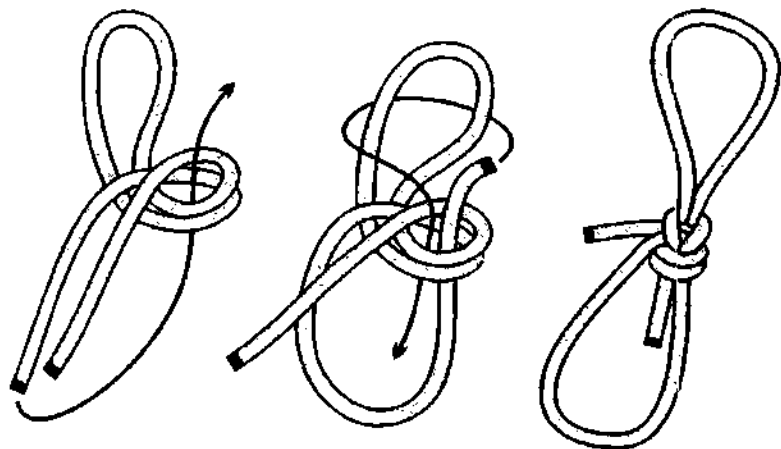
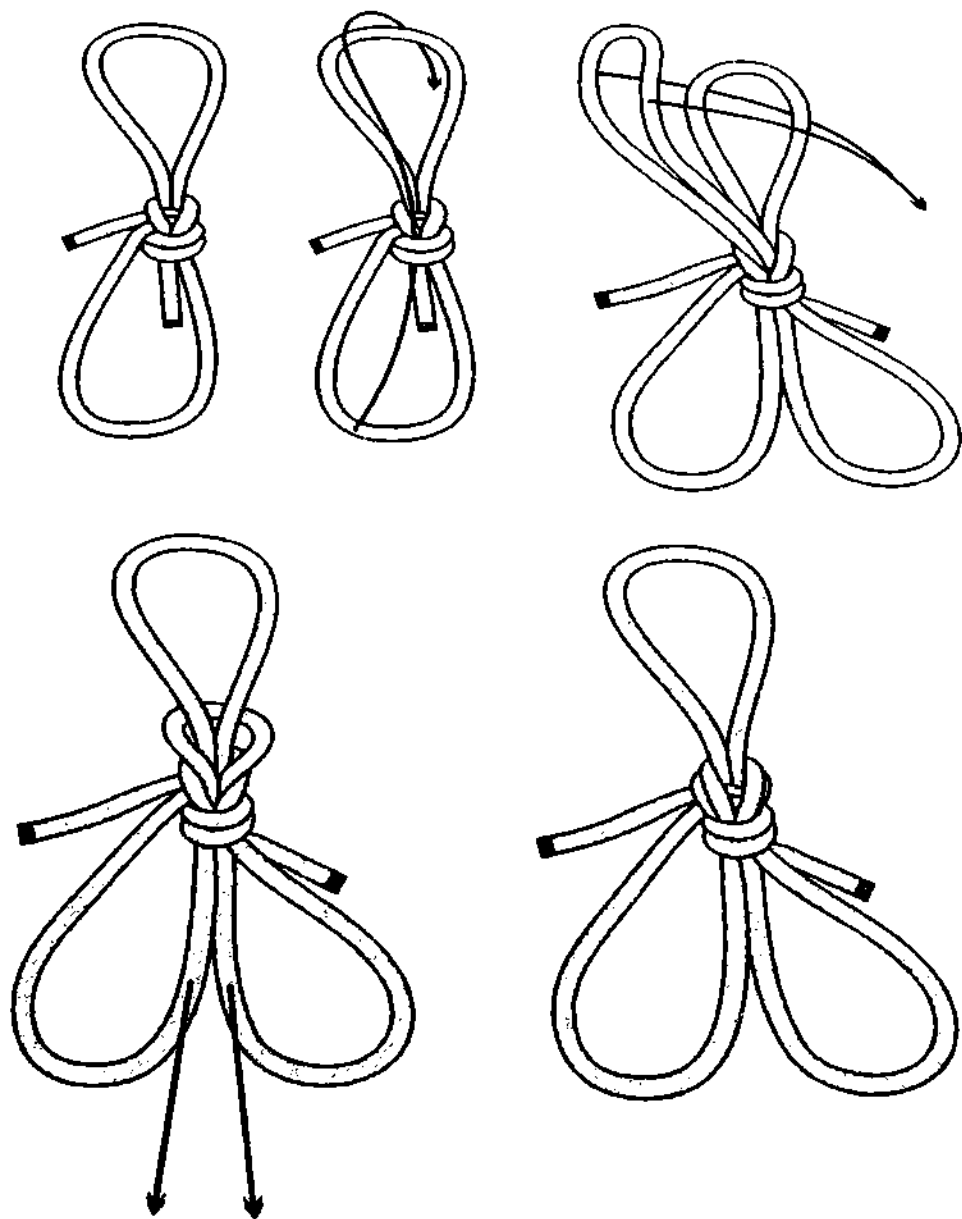

Рис. 490. *Близняшки*.
Рис. 491. Тройняшки.
**Близняшки** вяжутся на коротком отрезке троса, который обычно используют в качестве стропа (рис. 490). Таким стропом удобно пользоваться для переноса каких-либо предметов: труб, брёвен и т. п., петли при этом служат вместо ручек. Из двух **близняшек** можно сделать строп с тремя петлями на одном конце – тройную петлю **тройняшку** (рис.491).